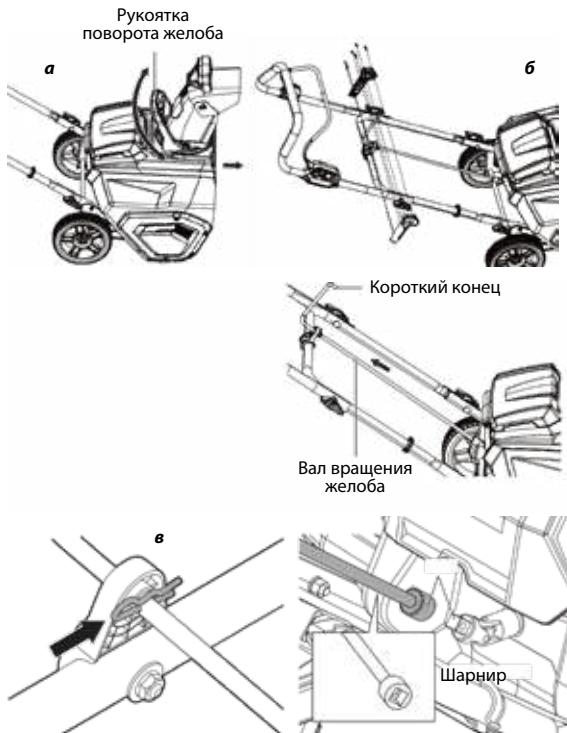

Рис. 6
- Проверьте вращается ли желоб, при помощи установленной на нем рукоятки (Рис. 6).